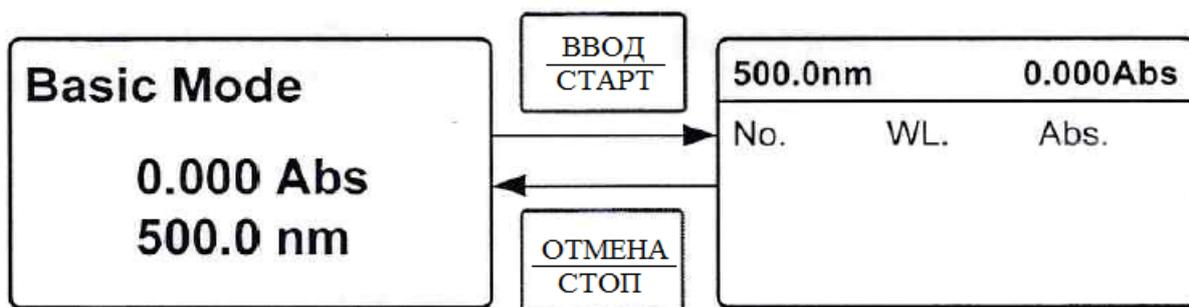

Рисунок 8. Измеренные значения пропускания.
2.4.1.7. Произведите измерение коэффициента пропускания или оптической плотности. Для этого ручкой перемещения кюветодержателя расположите на пути светового пучка исследуемую пробу, в центральной части дисплея будет отображаться текущее значение коэффициента пропускания или оптической плотности исследуемого образца. Нажмите кнопку “ ВВОД/СТАРТ ”, при этом на дисплее отобразится таблица, в которую записываются значения измеряемых параметров пропускания или оптической плотности (см. рис. 8) Столбцы таблицы “N”, “WL”, “%T” или “Abs” означают номер измерения, длину волны, коэффициент пропускания или оптическую плотность. Нажмите кнопку “ВВОД/СТАРТ” не менее 3х раз для получения выборки значений измеряемого параметра. Все значения измерений отобразятся в таблице. Рабочее поле дисплея позволяет отображать одновременно четыре измерения, для просмотра полученных значений пользуйтесь кнопками “▲” и “▼”